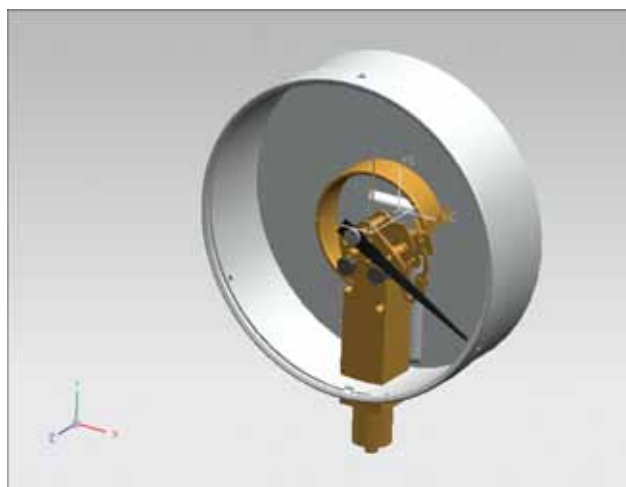
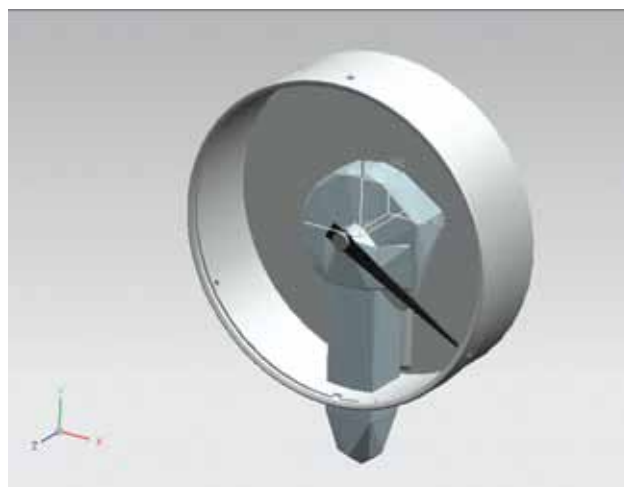

Рисунок 4.31
Рисунок 4.32
- Сборка до и после применения обертки приведена на рис. 4.31, рис. 4.32.